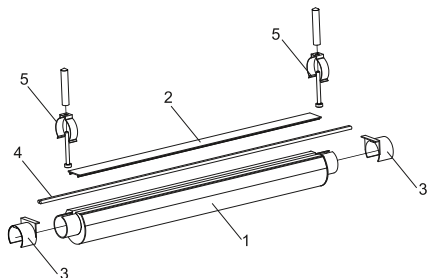

Рисунок 2
4.2.2 Монтаж светильника на рабочую поверхность производить при помощи монтажных скоб, входящих в комплект поставки (рисунок 2):
- закрепить монтажные скобы (5) на монтажной поверхности;
- снять со светильника (1) торцевые крышки (3) и верхнюю крышку (2);
- пропустить через светильник (1) сетевой кабель (4);
- установить на светильник (1) верхнюю крышку (2) и торцевые крышки (3) в обратной последовательности;
- установить светильник (1) в монтажные скобы (5).